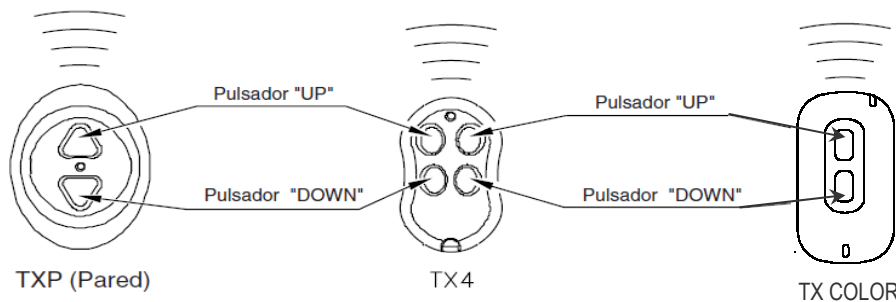

FIG 2
3. Presionar un pulsador del nuevo mando a distancia que desea memorizar; la central memoriza el nuevo mando a distancia y sale automáticamente del estado de programación. FIG.2.